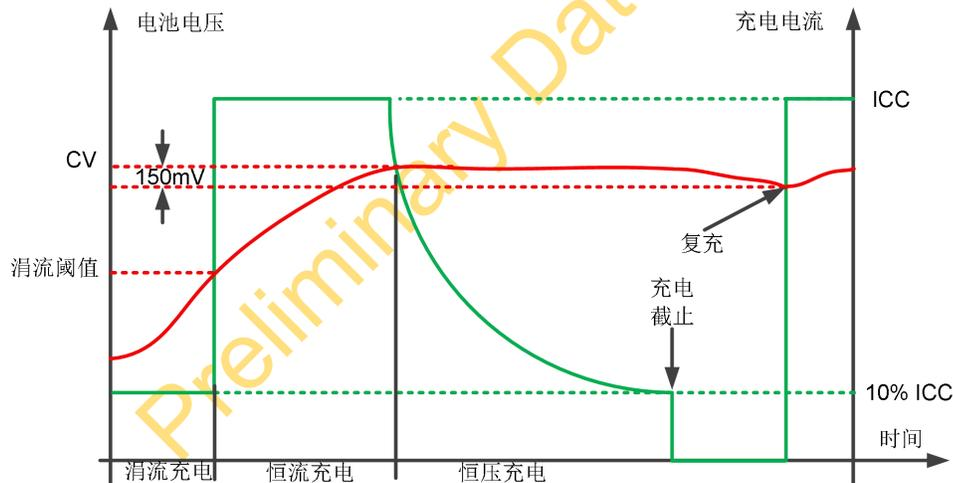

图14. 典型充电波形
LP7812C集成一个线性充电电路给电池仓电池充电，LP7812C具有三种充电模式，即涓流、恒流 (CC) 和恒压 (CV) 模式。一个典型的充电循环如图14所示。